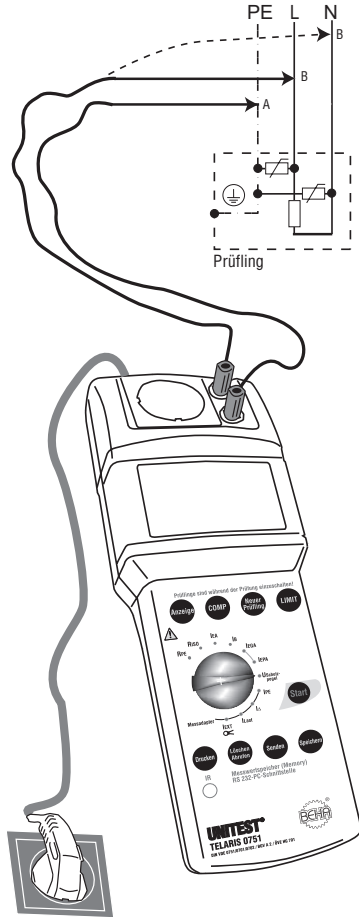

Bild 6.13: Messung des Schutzpegels bei Prüflingen mit Überspannungsableitern L gegen PE bzw. N gegen PE
- ▶ Bei Prüflingen, bei denen die Überspannungsableiter zwischen L gegen PE bzw. N gegen PE geschaltet sind, verbinden Sie die blaue Buchse (5) mit dem PE und die rote Buchse (4) mit L oder N des Prüflings, siehe Bild 6.13.
- ▶ Drücken Sie die Taste „Start“ (9). Das blinkende Symbol für die Messeinheit im Display signalisiert den aktuellen Messvorgang.
- ▶ Lesen Sie den Messwert von der LC-Anzeige (6) ab. Das Gerät zeigt den Gleichspannungswert (DC) der Ansprechspannung an.
- ☞ Mit der Taste "Anzeige" (17) kann während der Messung der Wechselspannungswert (AC) angezeigt werden.
- ☞ Die Messergebnisse können durch Drücken der Taste Speichern (10) abgespeichert werden. Hinweise zu Speichern von Messwerten siehe Abschnitt 7.1 und 7.2.